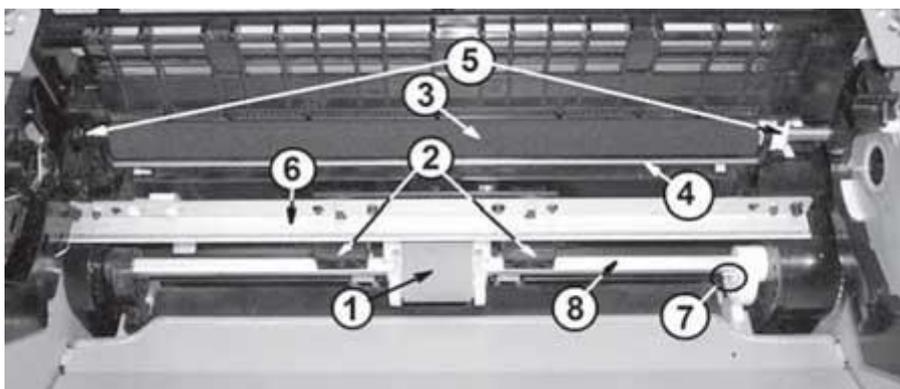

Рис. 23. Состав пластмассового узла основания
- ролик захвата бумаги в сборе с валом и муфтой подачи (рис. 23, поз. 1);
4. Откручивают два винта (поз. 8) и снимают прижимные ролики в сборе с планкой (рис. 23, поз. 6). Ролики прижима крепятся к планке винтами и их демонтаж трудностей не вызывает.
2. Освобождают фиксатор и сдвигают кулачок привода подающего лотка (рис. 23, поз. 7).
5. Перемещают вал (рис. 23, поз. 8) вправо и снимают с основания.